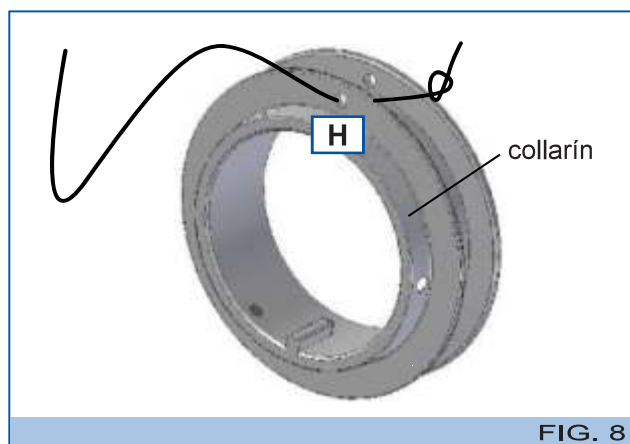

FIG. 8
10º Introduzca la cuerda por el orificio (H) de la polea fijándola con un nudo en ambos lados del tubo. (Ver fig. 8)